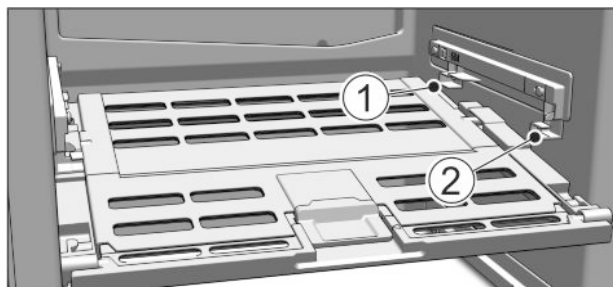

Fig. 48
- Mettre en place le couvercle du compartiment Fruit & Vegetable : Introduire les rainures du couvercle en bas dans le support arrière Fig. 48 (1) et les insérer dans le support Fig. 48 (2).